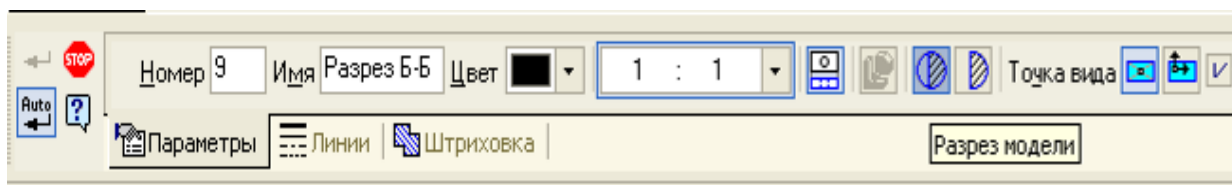

Рис. 3.55. Панель Свойств команды Разрез / Сечение
5. На Компактной панели выбирают кнопку Ассоциативные виды. При этом появляется панель Инструментов, на которой выбирают кнопку Разрез / Сечение с тремя вкладками: Параметры, Линии, Штриховка (рис. 3.55).